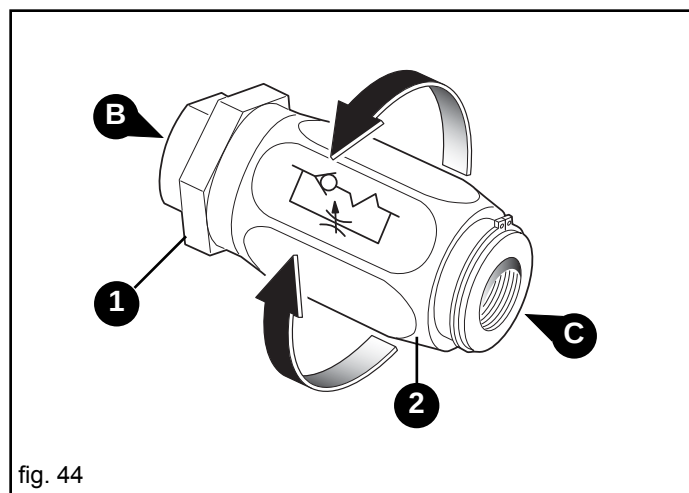

fig. 44
Les installations oléodynamiques en dotation sont équipées de régulateurs de flux unidirectionnels (Fig. 44) permettant de régler la quantité d'huile, en phase d'ouverture ou de fermeture selon leur sens de montage:
- Flux de **B** à **C** libre (Fig. 44);
- Flux de **C** à **B** étranglé (réglé) (Fig. 44).
Desserrer l'écrou de blocage (1, Fig. 44) et tourner la poignée (2, Fig. 44) pour le réglage. Une fois le réglage terminé, resserrer l'écrou de blocage.